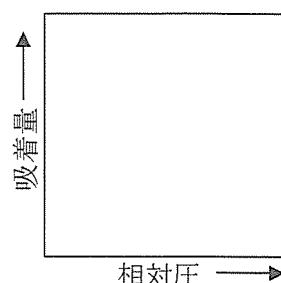

図 2. 解答欄に図示するグラフの軸設定の例
- (4) ミクロ細孔を持つ多孔体の吸脱着等温線に基づく細孔特性解析について、適切な手法をすべて選択せよ。
- (5) メソ細孔を持つ多孔体の吸脱着等温線を図 2 の軸設定を用い解答欄に図示せよ。